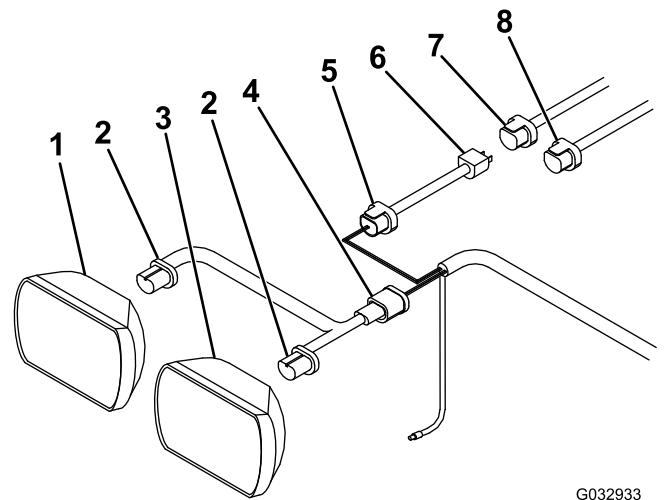

Figura 23
1. Desconecte los conectores del arnés de cables de la parte trasera de los faros izquierdos del vehículo (Figura 23).
2. Conecte los 2 extremos del adaptador del faro a la parte trasera de los faros izquierdos del vehículo (Figura 23).
3. Conecte el conector negro del adaptador del faro al arnés de cables largo (Figura 23).
4. Conecte el conector azul del adaptador del faro al conector azul del arnés de cables largo (Figura 23).
5. Conecte el extremo libre del adaptador del faro al conector que se desconectó anteriormente de las luces bajas del arnés de cables del vehículo (Figura 23).
6. Engrase, recoja y sujete el conector que se desconectó anteriormente de las luces altas del arnés de cables del vehículo (Figura 23).